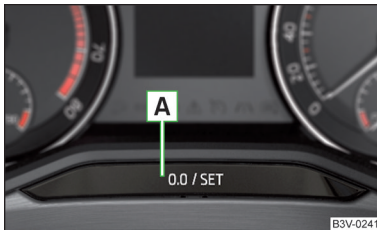

Abb. 26
- Die Taste **A** » Abb. 26 drücken und gedrückt halten, bis im Display der Menüpunkt **Uhrzeit** angezeigt wird.
- Die Taste **A** » Abb. 26 auf Seite 33 drücken und gedrückt halten, bis im Display der Menüpunkt **Batteriestatus** bzw. **BATTERIE SOC** angezeigt wird.